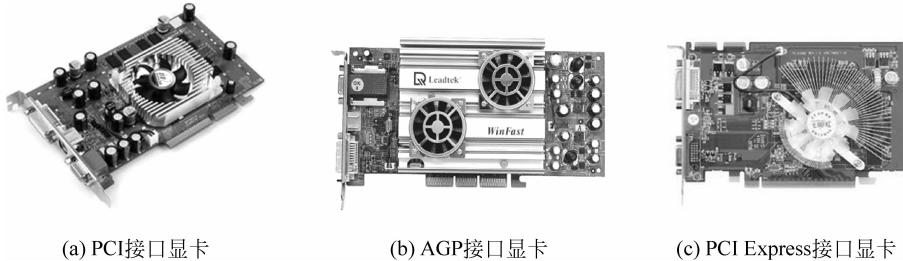

图 3-7 不同接口的显卡
(4) 显卡 BIOS。显卡的 BIOS 芯片类似于主板 BIOS,通常是一块闪存,除了存有显示卡的型号、规格、生产厂家及出厂时间等信息外,还存放显示芯片与驱动程序之间的控制程序及一些基本的配置信息,如显存频率等,其默认值就存放在 BIOS 芯片中。
(5) 显卡接口。显卡接口决定了显卡与系统之间数据传输的最大带宽,也就是瞬间所能传输的最大数据量。显卡发展至今共出现 ISA、PCI、AGP、PCI Express 等几种,所能提供的数据带宽依次增加。目前主流台式计算机可以使用的显卡接口包括 PCI、AGP、PCI Express 这 3 种,如图 3-7 所示。而 ISA 接口显卡已经被完全淘汰。
① PCI(Peripheral Component Interconnect,外设部件互连标准)。几乎所有的主板产品上都带有 PCI 插槽,它也是主板带有数量最多的插槽类型,在目前流行的台式机主板上,ATX 结构的主板一般带有 5~6 个 PCI 插槽,而小一点的 MATX 主板也都带有 2~3 个 PCI 插槽。由于 PCI 总线只有 133MBps 的带宽,虽然能够应付如声卡、网卡、视频卡等输入